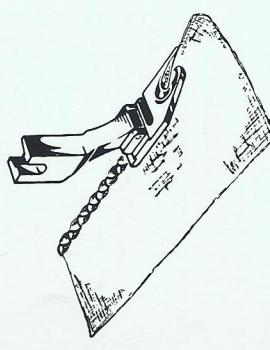

Fig. 41
c) DOBLADILLO A PUNTO DE CONCHA (Fig. 41)